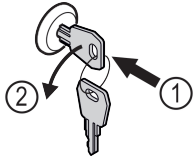

Fig. 123
- ▶ Schlüssel hineindrücken. Fig. 123 (1)
- ▶ Schlüssel um 90° gegen den Uhrzeigersinn drehen. Fig. 123 (2)